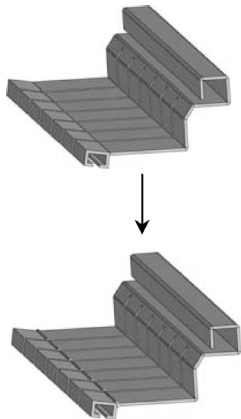

图 6-51 将钣金件和焊件装配并焊接操作
STEP 6 新建一装配体类型的文件，导入本书提供的素材文件“插门板焊件 1.sldprt”“插门板焊件 2.sldprt”和“插门板焊件 3.sldprt”，以及上面创建的插门板钣金件，并将其装配到正确的位置，然后在钣金件和焊件之间添加 2mm 大小的焊缝即可，如图 6-51 所示。